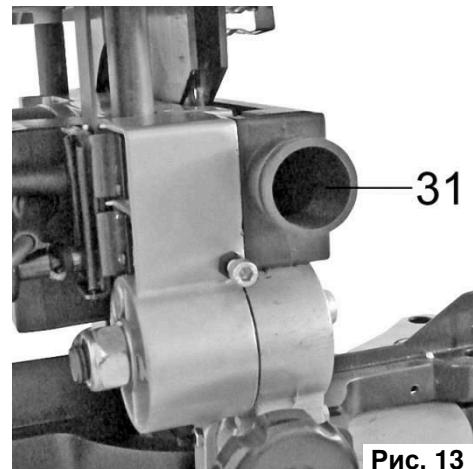

Рис. 13
- Подсоедините шланг пылесоса к переходному патрубку в выходном канале пылеудаления (31)(См. Рис.13).